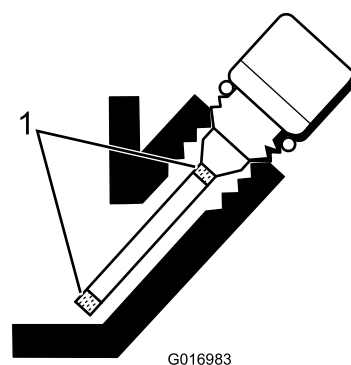

Рисунок 24
5. Если уровень низкий, добавьте ровно столько масла, чтобы поднять уровень до области между метками на щупе (Рисунок 24).